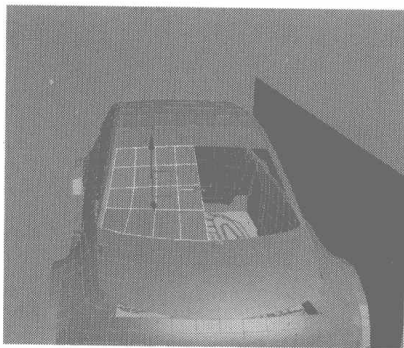
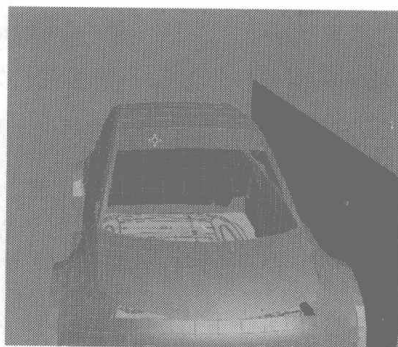

图 7.116
图 7.117
- 14 退出子物体层级，选择分离出来的面。在 命令面板的 **Pivot** 命令下，单击 **Affect Pivot Only** 按钮，再单击 **Center to Object** 按钮，将坐标轴以面片自身为轴心，最后再次单击 **Affect Pivot Only** 按钮，如图 7.116 所示。单击右键，在弹出的快捷菜单中选择 **Hide Selection** 命令，将后车窗模型隐藏，如图 7.117 所示。